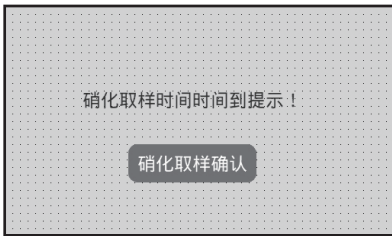
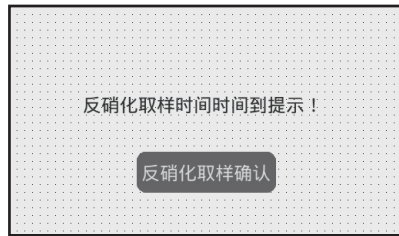

图5
图6
- c. 硝化/反硝化取样提示开关：到达预设的取样时间时给予提示（图5、图6），点击确认后试验继续；